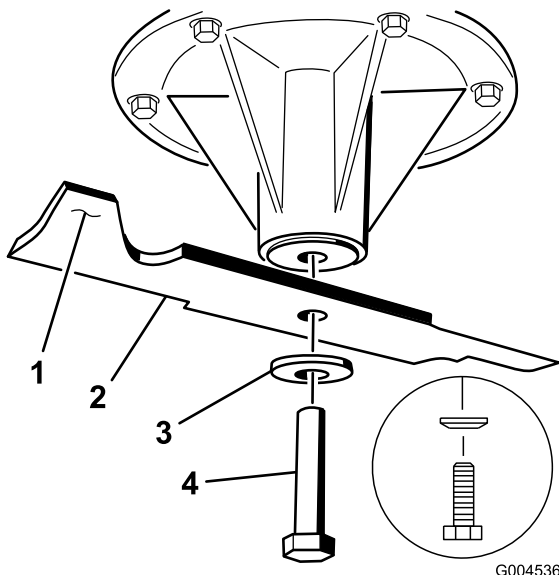

Figure 79
2. Enlevez le boulon, la rondelle bombée et la lame de l'axe (Figure 79).
3. Si la lame est déséquilibrée, limez un peu l'extrémité de la partie relevée seulement (Figure 79).